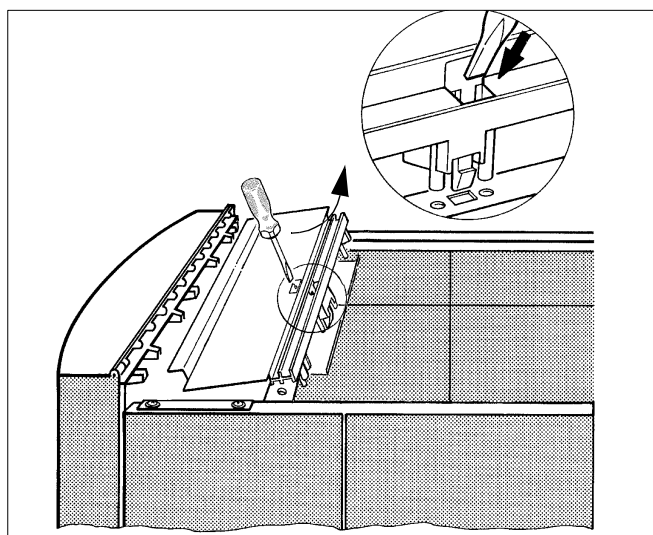

Fig. 12 Retirer le cache de l'appareil de régulation
- Déverrouiller les crochets élastiques sur le cache de l'appareil de régulation à l'aide d'un tournevis ou autre et retirer le couvercle vers l'arrière (fig. 12).